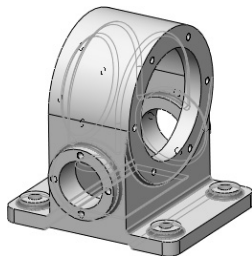

图 3-130 圆角效果
STEP 7 单击“特征”工具栏中的“圆角”按钮，选择图 3-130 所示位置，执行半径为 3mm 的“恒定大小”圆角处理，完成模型的创建。